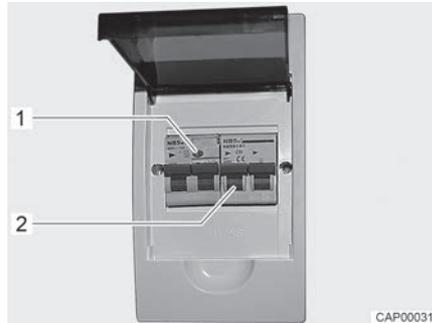

Fig. 75 Coffret de fusibles 230 V avec disjoncteur de protection de circuit et disjoncteur FI
Un disjoncteur différentiel (disjoncteur FI) dans le coffret de fusibles protège tout le véhicule contre le courant différentiel (0,03 A). Le disjoncteur de protection de circuit connecté en aval (10 A) (Fig. 75,2) protège le réseau de bord 230 V.
- Lorsque le véhicule est raccordé à l'alimentation 230 V, appuyer sur la touche de contrôle (Fig. 75,1). Le disjoncteur différentiel doit se déclencher.